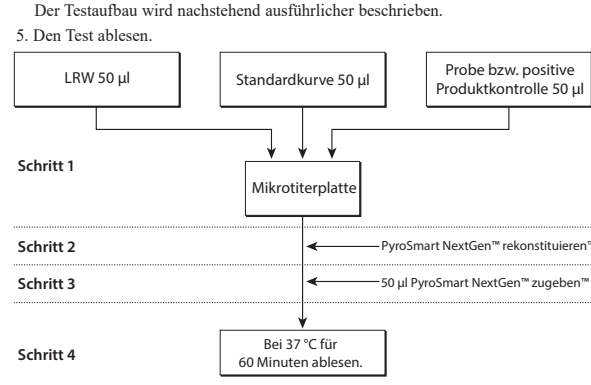

Abbildung 2: Ein Schema des Testverfahrens für Assays im Microplate-Reader
- Den Testlauf gemäß Abbildung 2 vorbereiten.